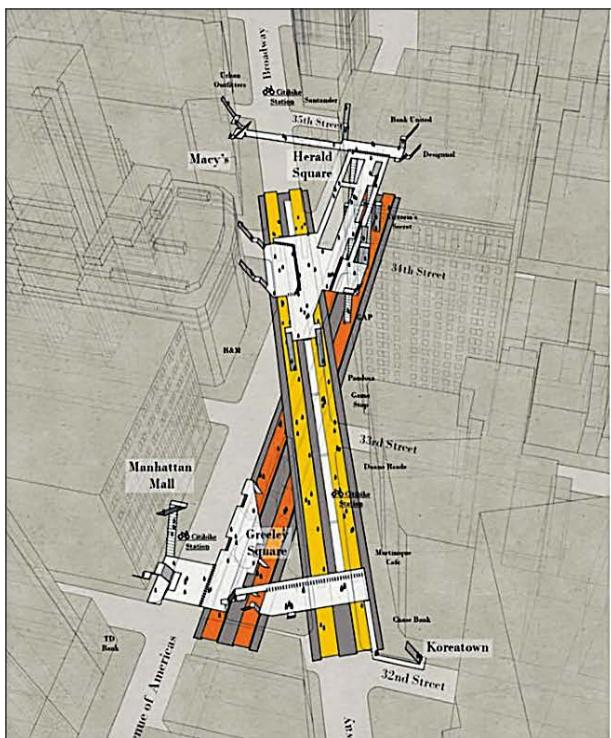

Рис. 20. Пересечение линий метро под площадями Геральд-Сквер (слева) и Таймс-Сквер.
**Метро Нью-Йорка**, открытое 27 октября 1904 г., — одна из старейших общественных транспортных систем с наибольшим числом маршрутов общей длиной 399 км и 424-мя действующими станциями. Описанию подземных сооружений нью-йоркского метро, туннелей и станций посвящена обширная литература книжная и электронная. Поэтому, как пример сложного инженерного решения, здесь приводятся только две наглядные схемы пересечения двух линий метро с соединениями станций (рис. 20).